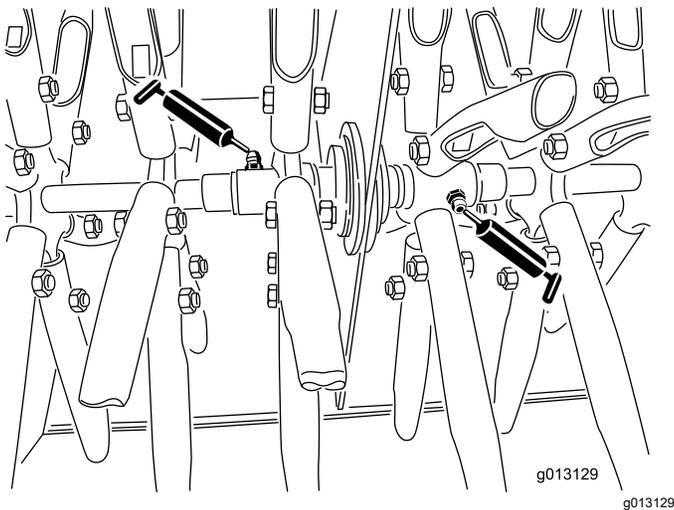

Figure 17
3. Tournez manuellement les 2 ensembles louchets centraux jusqu'à ce que vous puissiez voir les graisseurs (Figure 17).